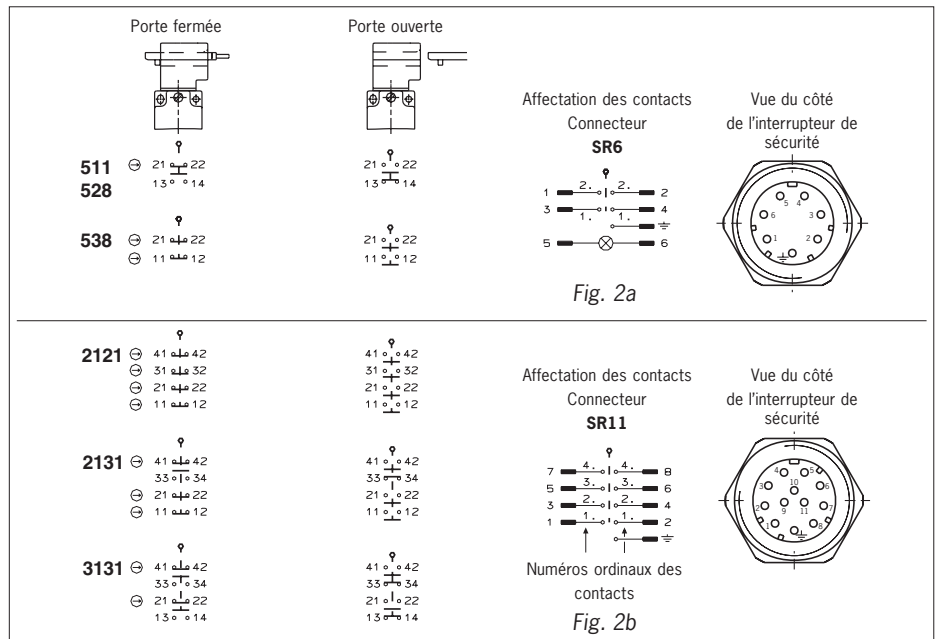

Figure 2 : Eléments de commutation avec fonctions de commutation et affectation des broches
- ▶ Pour l'affectation des broches, voir fig. 2.